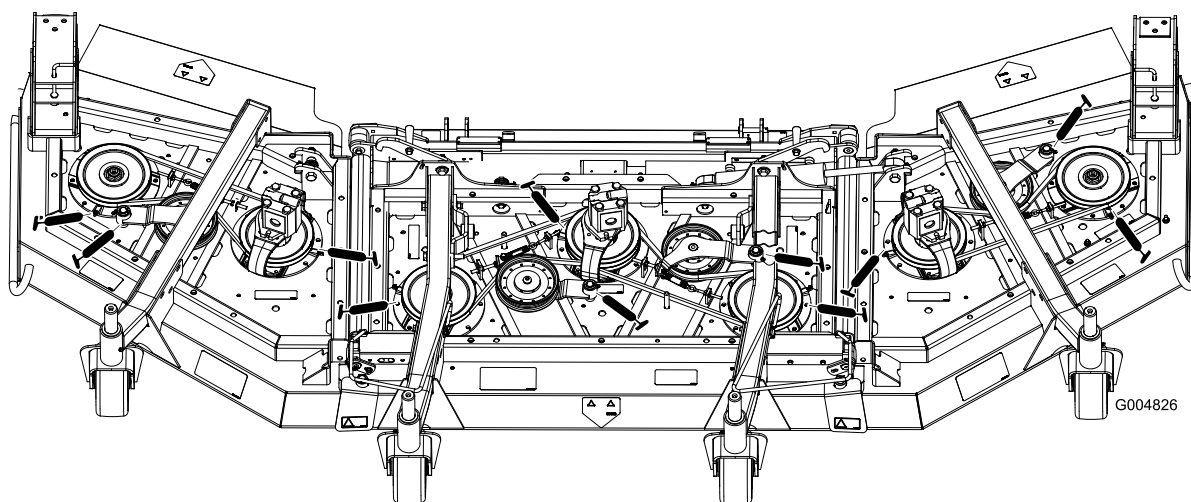

Figura 68
- Três rolamentos do eixo – localizados debaixo da polia (Figura 68)
- Casquilhos da articulação do braço intermédio (Figura 68)